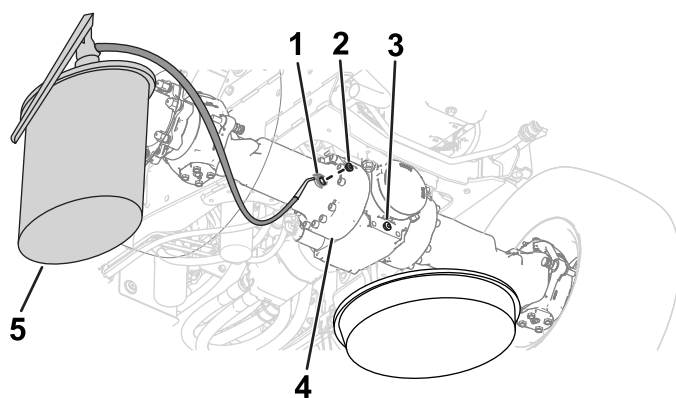
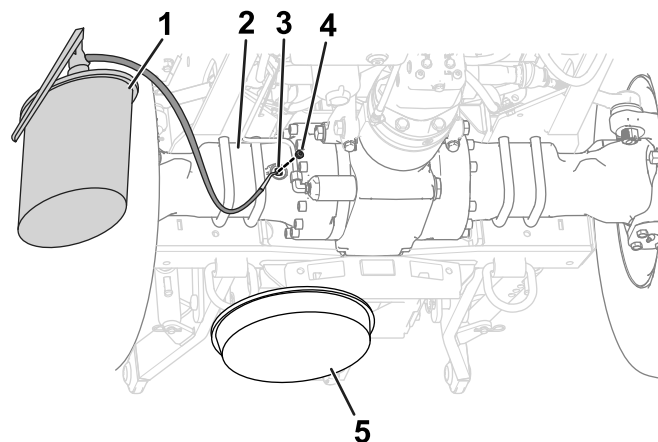

図 101
図 102
5. 目視点検ポートとドレンポートにそれぞれプラグを取り付ける 図 101 と 図 102。
6. アクスルの目視点検ポートから、所定のオイルを入れる。ポートのねじ切り部までオイルを入れる 図 101 と 図 102。
8. 目視点検ポートにプラグを取り付ける 図 101 と 図 102。